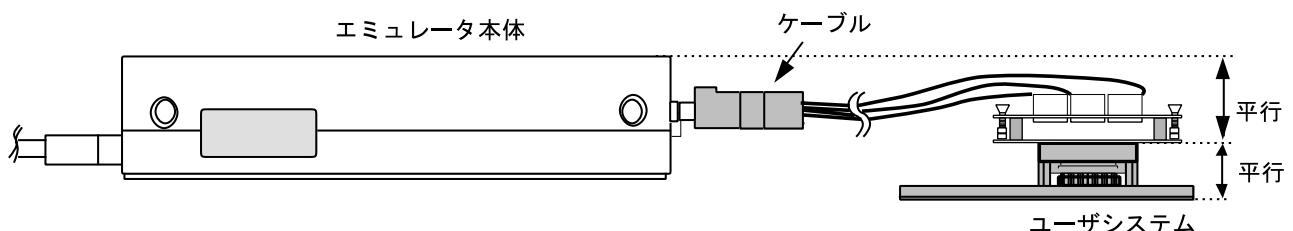

図 11 設置例
- (1) ユーザシステムへの接続時には 1 ピン位置に十分注意して、誤接続は絶対にしないでください。
- (2) 本ユーザシステムインターフェースケーブルを使用する場合の推奨マウントパット寸法は、MCU 実装用マウントパット寸法とは異なりますので注意してください。
- (3) 本ユーザシステムインターフェースケーブルは、HS2148EPI61H エミュレータ専用ですので、他のエミュレータ本体には使用しないでください。
- (4) ケーブル本体部が断線する可能性がありますので、本ユーザシステムインターフェースケーブルの上に重いものや金属等の角の尖ったものを置かないでください。
- (5) ユーザシステムに接続した状態では、ユーザシステムインターフェースケーブル、特にケーブル先端部に無理な力が加わらないように注意する必要があります。図 11 の設置例を参照してご使用ください。